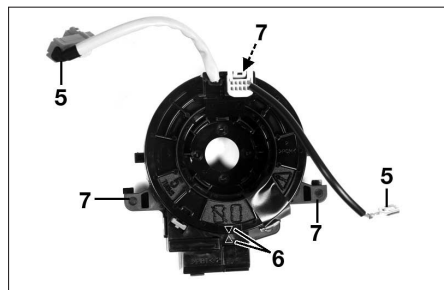

FIG. 7
- Débrancher les deux connecteurs (5) du contacteur tournant (fig. 7).
- S'assurer que les repères (6) soient alignés et verrouiller la position à l'aide d'un morceau de ruban adhésif.
- Dégager les agrafes de maintien (7) puis déposer le contacteur tournant en prenant garde à ne pas modifier la position des repères.
À la repose, contrôler l'alignement des repères (7) du contacteur tournant (fig. 7). Sans modifier la position du contacteur tournant, remonter les éléments préalablement déposés. Procéder à la mise en service du système d'airbag.
- Tourner de nouveau celui-ci dans le sens horaire de 2,5 tours environs puis aligner les repères (6) (fig. 7).